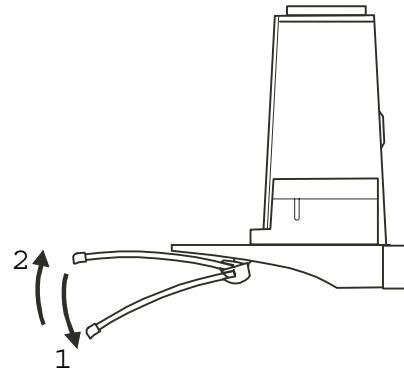

Рис. 5
- 2 Стекло за передний край опустить вниз (в соответствии с рис. 5).